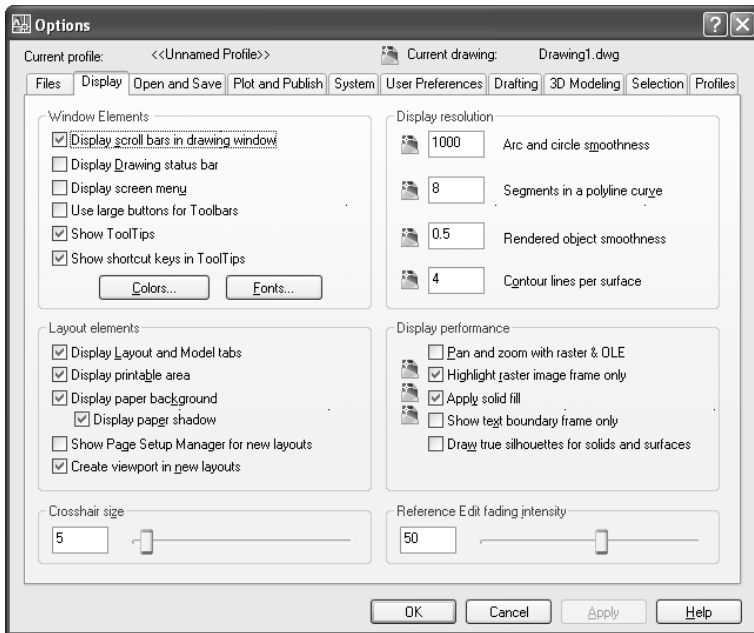

Рис. 9.1. Вкладка **Display** диалогового окна **Options**
*Примечание.* Параметры отображения листов компоновки устанавливаются в группе **Layouts Elements** (Листы) вкладки **Display** (Экран) диалогового окна **Options** (Настройка), которое показано на рис. 9.1.
В пространстве листа можно на каждом листе компоновки создать независимый от других листов компоновки набор видовых экранов, а также разместить на нем собственную рамку и основную надпись. Совокупность свойств компоновки, определяющих тип печатающего устройства, размер бумаги и ее ориентацию, а также масштаб печати называются *набором параметров листа* (page setup set). Если на вкладке **Display** диалогового окна **Options** установлен флажок **Show Page Setup Manager for new layouts** (Диспетчер параметров для новых листов) — см. рис. 9.1, то при первом открытии листа компоновки на экране появится диалоговое окно **Page Setup Manager** (Диспетчер наборов параметров листов). С помощью этого окна можно настроить все перечисленные выше параметры листа. Кроме того, в этом окне можно присвоить набору параметров листа уникальное имя и сохранить их для повторного использования.